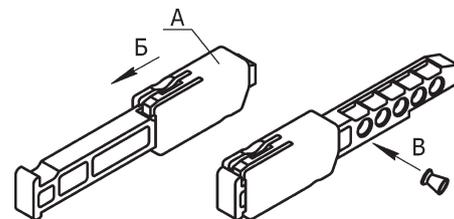

Рисунок 11
- снарядить магазин, для чего: сдвинуть корпус магазина А в направлении стрелки Б, вставить пули в гнезда магазина в направлении стрелки В и вернуть корпус магазина в исходное положение (рисунок 11);